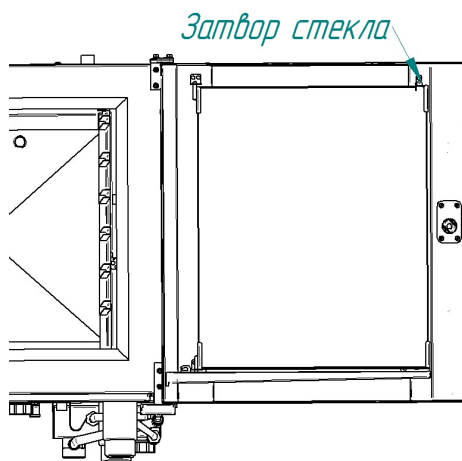

Рис.23 Месторасположение затвора внутреннего стекла двери
- по мере необходимости, поверните затвор стекла двери и откройте внутреннее стекло (рис. 23).